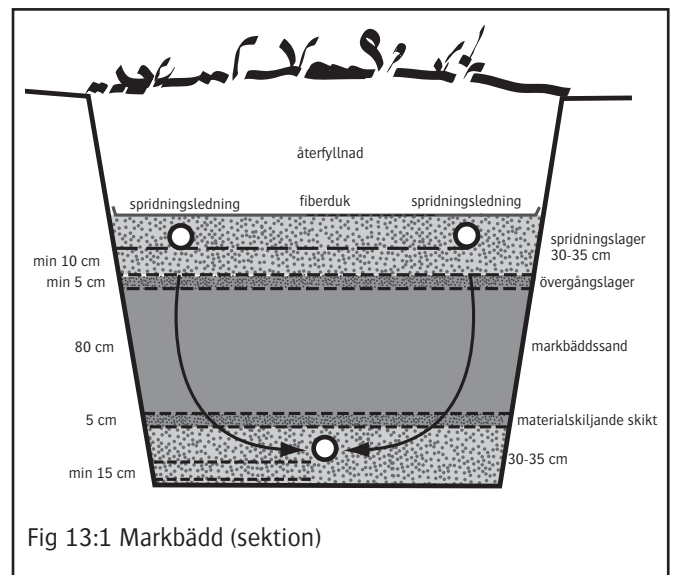

Fig 13:1 Markbädd (sektion)
- Det övre materialskiljande skiktet, (fig 13:1 och fig 14:1), bör utgöras av fiberduk eller isoleringsmaterial. Plastfolie är olämpligt eftersom den inte släpper igenom luft.
- Spridningslagret (fig 13:1) skall bestå av tvättad makadam eller singel. Kornstorlek väljs så att inträngning i och tilltäppning av spridningsledningarna undviks. Minsta fraktion skall vara 12-24 och största fraktion 16-32. Spridningslagret skall vara minst 10 cm under lägsta ändan av spridningsledningen och 5 cm ovanpå. Det skall dock vara minst 30 cm tjockt. Tvättade material bör alltid användas och om krossprodukter används är tvättning ett absolut krav. Anläggningen kan annars sättas igen.